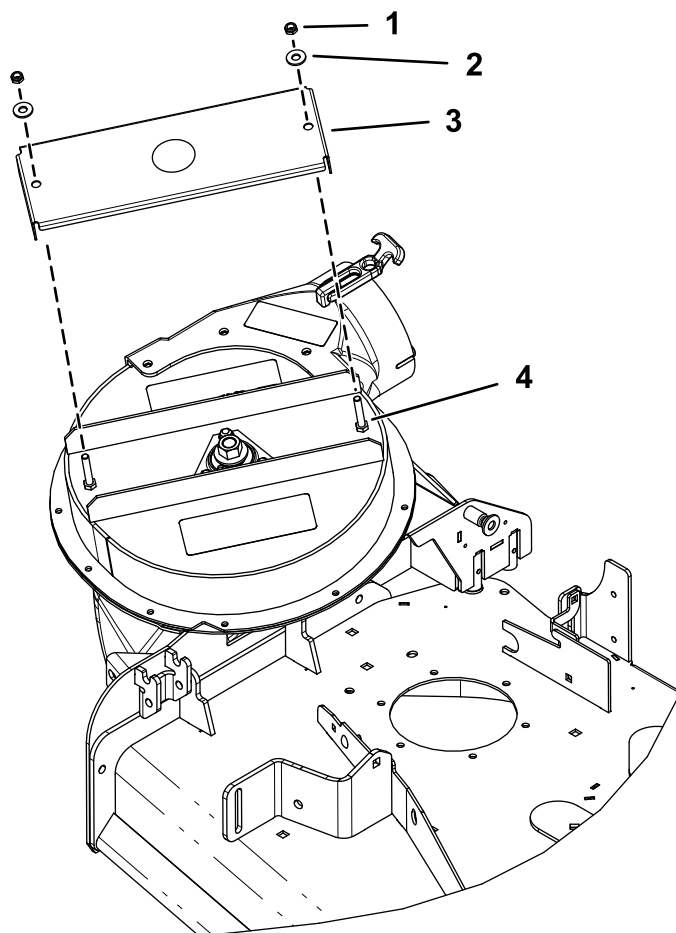

Figura 5
1. Rimuovete i 2 dadi e le 2 rondelle che fissano la copertura dell'albero OEM al gruppo soffiatore (Figura 5).
2. Rimuovete ed eliminate la copertura dell'albero OEM (Figura 5).